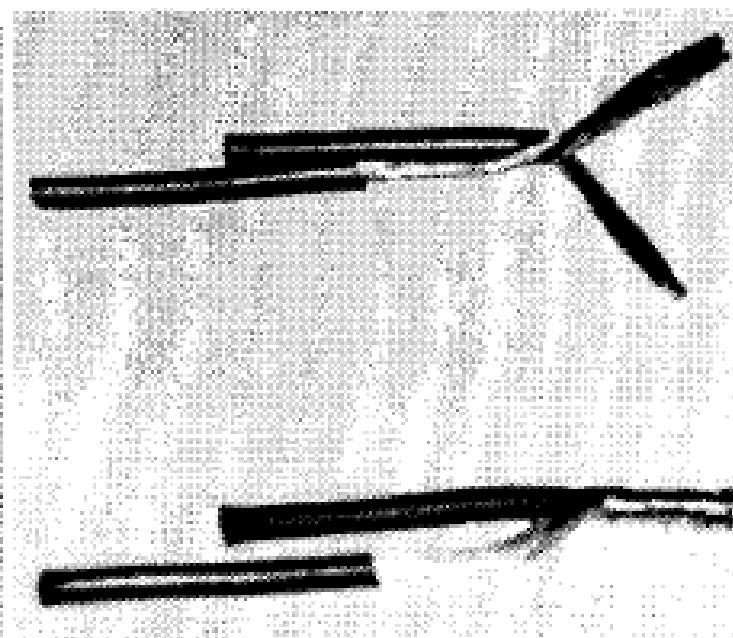

**Figura 10.31**
6. Segure o condutor rígido pelo olhal com auxílio de um alicate de pressão, fazendo as espiras, conforme indicado na **figura 10.31**, até a conclusão da emenda.